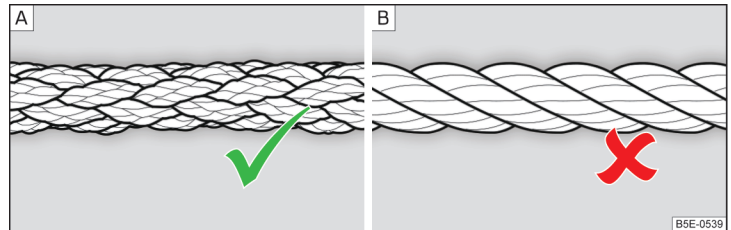

Fig. 252 Cablul de tractare împletit/cablul de tractare înfășurat
Pentru tractarea cu ajutorul unui cablu de tractare, folosiți numai un cablu din fibre sintetice » fig. 252 - **A** » **I**.
- La tractare nu utilizați cablu de tractare înfășurat » fig. 252 - B, cârligul de tractare s-ar putea desface la autovehicul - există pericol de accident.